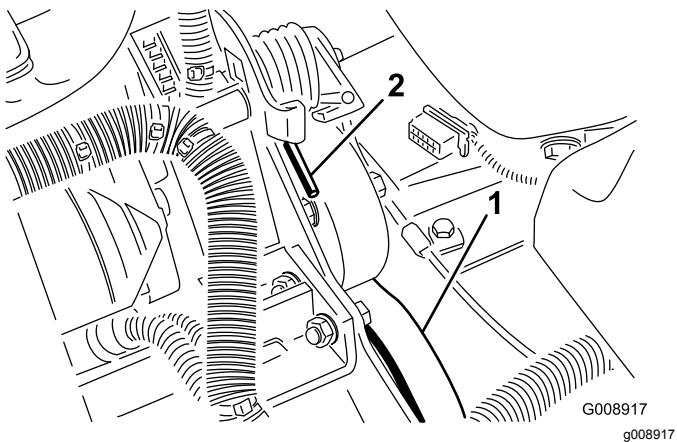

Рисунок 62
- Нажмите вниз и вперед на конец пружины (Рисунок 62), чтобы вывести ее из зацепления с кронштейном и снять натяжение пружины.